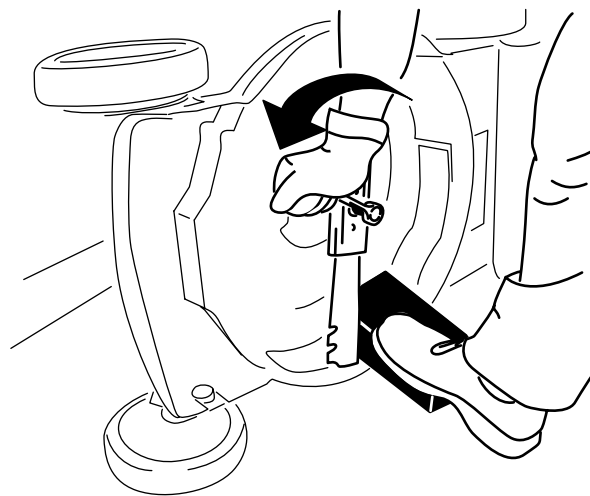

Figura 20
3. Utilice un bloque de madera para inmovilizar la cuchilla (Figura 20).